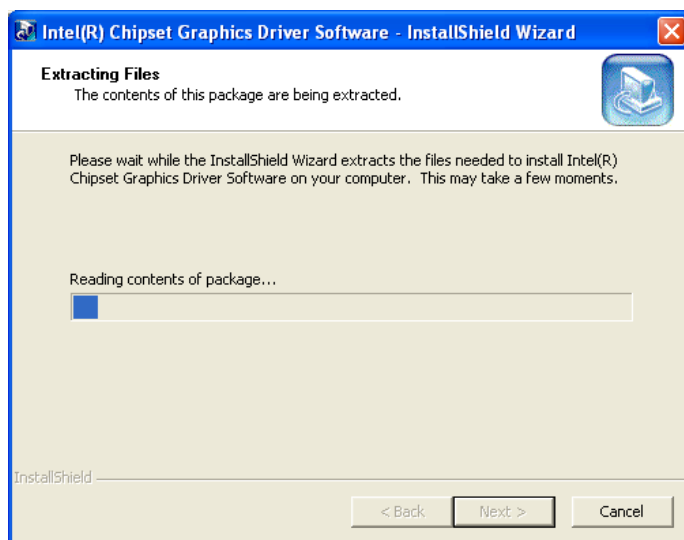

Abbildung 7-9: VGA-Treiber Installationsdateien entpacken
Schritt 5: Die Installationsdateien werden entpackt (**Abbildung 7-9**).